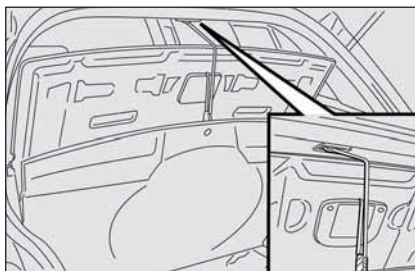

fig. 3
- faire passer la ficelle bloquée au-dessous de la plage compartiment bagages (si prévue) par la boutonnière appropriée bloquée au tapis de la plage compartiment bagages et fixer les deux au crochet sur le pavillon supérieur, en procédant comme illustré sur la **fig. 3**;